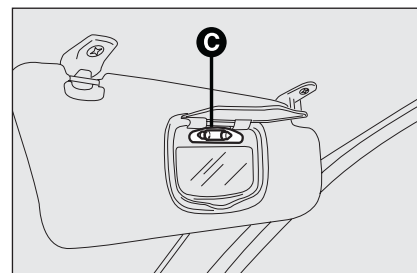

fig. 39
- ☐ sostituire la lampada **C-fig. 39** svincolandola dai contatti laterali, accertandosi che la nuova lampada risulti correttamente bloccata tra i contatti stessi.